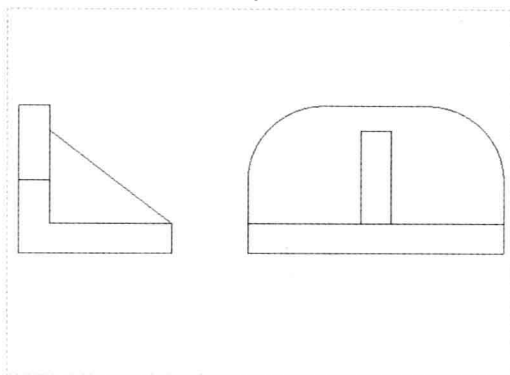

图 12-26 创建第一个投影视图
Step 05 单击“确定”按钮,即可创建第一个投影视图,如图 12-26 所示。